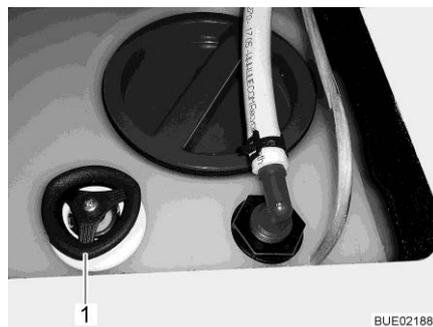

Fig. 184 Depósito de agua con tirador giratorio
- Retirar la tapa de cierre (Fig. 184,1) del depósito de agua.